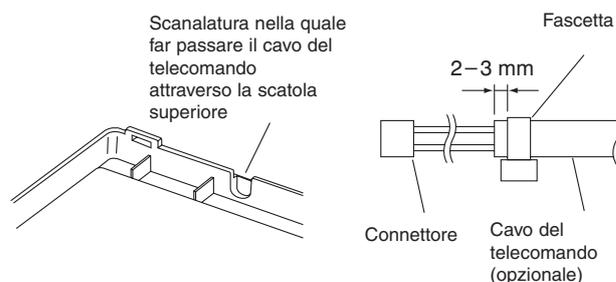

Fig. 11-24
2. Per far passare il cavo del ricevitore attraverso la scatola superiore (parte sottile in alto al centro), usare tronchesine o un utensile analogo per ricavare un intaglio di dimensioni adeguate al cavo del telecomando (opzionale) (fig. 11-24).